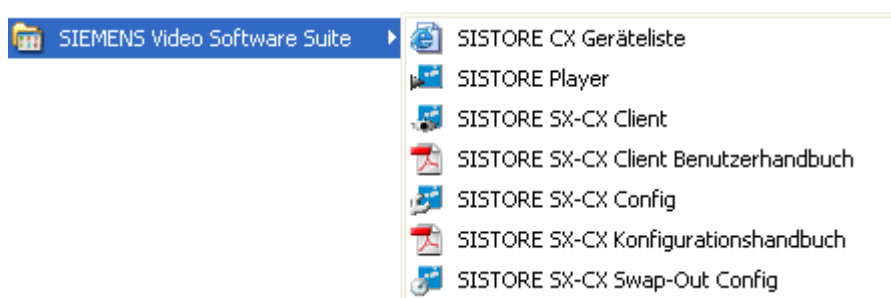

Fig. 11 SISTORE CX Startmenü
1. Wählen Sie im Windows Start Menü **Start > Programme > SIEMENS Video Software Suite > SISTORE CX Konfigurationshandbuch** (vgl. Fig. 11).